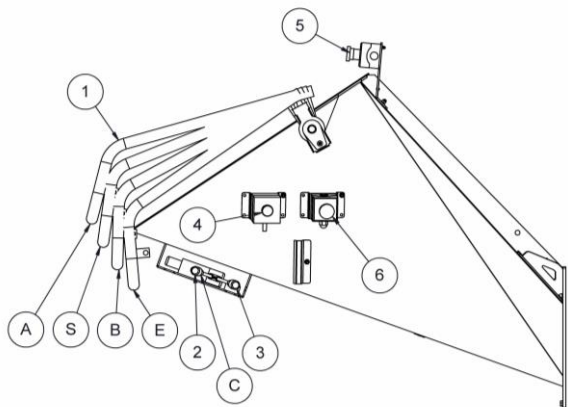

Fig. 3
- Il maniglione di comando (1 Fig. 3) ha la funzione anche di dispositivo di protezione inferiore e laterale. Spingendo a fondo in posizione di arresto di emergenza (E Fig. 3), la leva della valvola (C Fig. 3) viene automaticamente trascinata nella posizione (3 Fig. 3) e si arresta il componente di alimentazione. Per riprendere il lavoro, occorre spostare il maniglione di comando (1 Fig. 3) dalla posizione di arresto di emergenza (E Fig. 3) alle posizioni di lavoro (A e B Fig. 3) e spostare l'asta della valvola (C Fig. 3) dalla posizione (3 Fig. 3) alla posizione (2 Fig. 3).
- Il pulsante (5 Fig. 3) posto nella parte superiore della tramoggia ha la funzione di dispositivo di protezione superiore. Premendolo, si arresta il componente di alimentazione. Per riprendere il lavoro, occorre ruotare e sbloccare il pulsante (Fig. 3 A) e premere il pulsante di reset (4 Fig. 3).
- I pulsanti (6 Fig. 3) posti ai lati della tramoggia hanno la funzione di arresto di emergenza. Premendoli si arresta il componente di alimentazione. Per riprendere il lavoro, occorre ruotare e sbloccare i pulsanti (Fig. 3 A) e premere il pulsante di reset (4 Fig. 3).
- Quando il maniglione di comando (1 Fig. 3) è in posizione (S Fig. 3), il componente di alimentazione è in arresto normale, per riprendere il lavoro occorre spostare il maniglione di comando (1 Fig. 3) nelle posizioni di lavoro (A e B Fig. 3).
- Il pulsante (5 Fig. 3) posto nella parte superiore della tramoggia ha la funzione di dispositivo di protezione superiore. Premendolo, si arresta il motore a scoppio. Per riprendere il lavoro, occorre ruotare e sbloccare il pulsante (Fig. 3 A) e riavviare il motore a scoppio.
- I pulsanti (6 Fig. 3) posti ai lati della tramoggia hanno la funzione di arresto di emergenza. Premendoli si arresta il motore. Per riprendere il lavoro, occorre ruotare e sbloccare i pulsanti (Fig. 3 A) e riavviare il motore a scoppio.